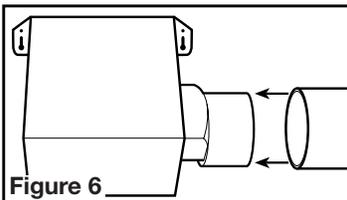

Figure 6
- Connect the ducting to the fan's duct collar (**Figure 6**). Secure in place using tape or screw clamp. Always duct the fan to the outside through a wall or roof cap.
- Raccorder le conduit au collet de conduit du ventilateur (**Figure 6**). Fixer en place à l'aide de ruban ou de serre-joint. Toujours évacuer le ventilateur vers l'extérieur au travers de chapeau mural ou de toit.